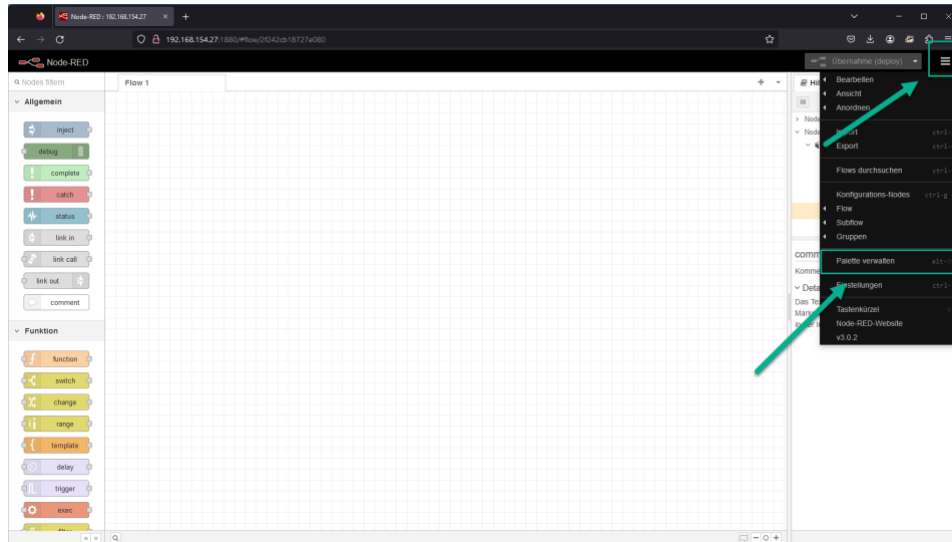

Abbildung 4: NodeRED Nutzeroberfläche
- i. Aufrufen des Menüs (siehe Abbildung 4)